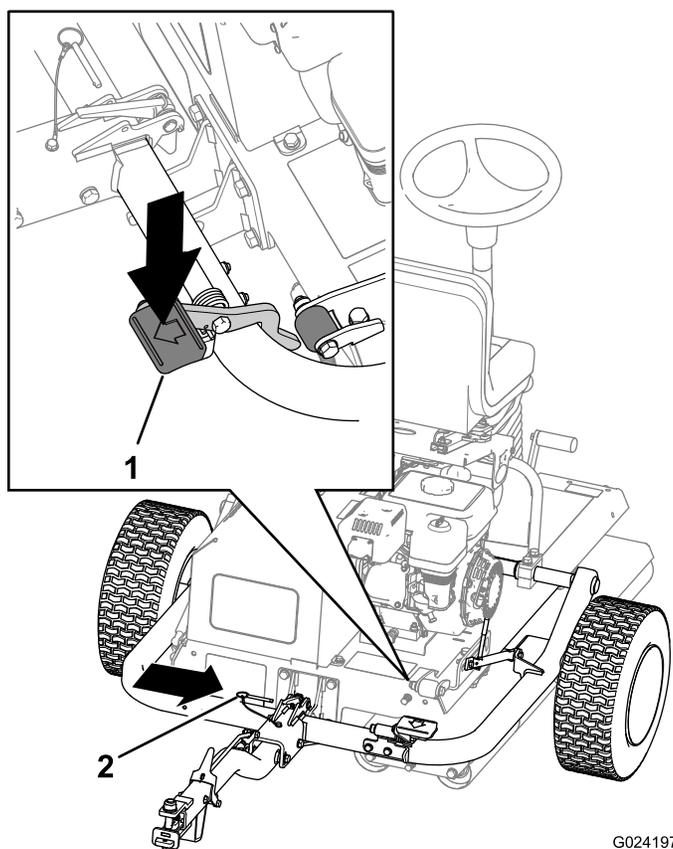

Рисунок 17
- С. Нажимайте на педаль сцепки, пока сцепка не зафиксируется на месте (Рисунок 17).
- D. Вставьте стопорный штифт (Рисунок 17).